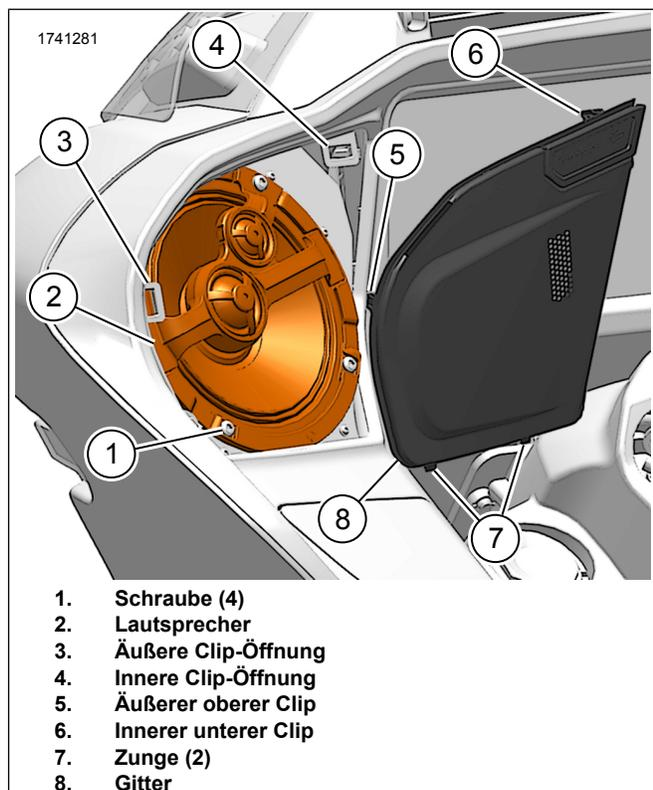
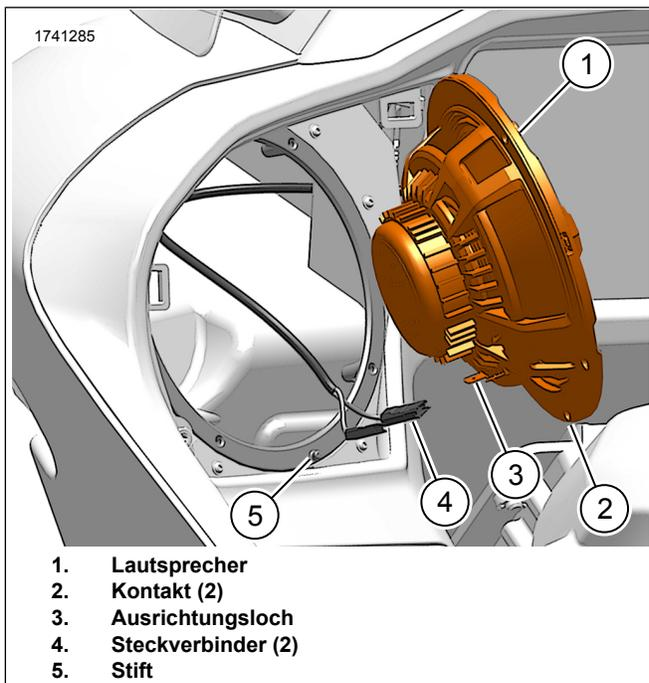

Abbildung 2. Lautsprecher und Gitter (Stage II abgebildet, Originalausstattung ähnlich)
Abbildung 3. Anschluss Verkleidungslautsprecher
1. Abbildung 2 Das Originalausstattung (Original) -Lautsprechergitter (8) entfernen.
- a. Die Clips (5) mit einem keine Schäden verursachenden Werkzeug aus den Clip-Öffnungen (3, 4) heraushebeln.
2. Die Lautspecherschrauben (1) entfernen.
3. Abbildung 3 Den Original-Lautsprecher entfernen.
- a. Den Lautsprecher (1) weit genug von der Verkleidung entfernen, um Zugang zu den Steckverbindern (4) zu erhalten.
- b. Die Steckverbinder (4) von den Lautsprecherkontakten (2) trennen.
2. Abbildung 3 Den Stage I oder II Lautsprecher einbauen.
- a. Die Steckverbinder (4) an den Lautsprecherkontakten (2) anschließen.
- b. Den Lautsprecher (1) in das Gehäuse einbauen.
3. Abbildung 2 Die Lautsprecherschrauben einbauen.
- a. Die Schrauben (1) abwechselnd befestigen.
- b. Abbildung 2 Die unteren Zungen (7) an der Verkleidung anbringen.
- c. Das Gitter (8) in Richtung Verkleidung drehen.
- d. Den äußeren oberen Clip (5) des Gitters in die äußere Clip-Öffnung (3) drücken.
- e. Den inneren oberen Clip (6) des Gitters in die innere Clip-Öffnung (4) drücken.